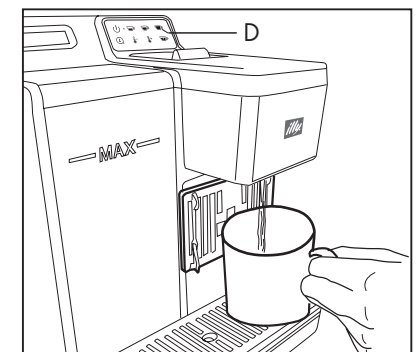

Fig. 7
- Appuyer sur la touche (D) **(Fig. 7)** et attendre la fin de la distribution. De la sorte, la machine est rincée.